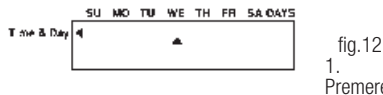

fig.12
- Spostarlo con i tasti **↓↑** fino al giorno corrente (fig. 12)